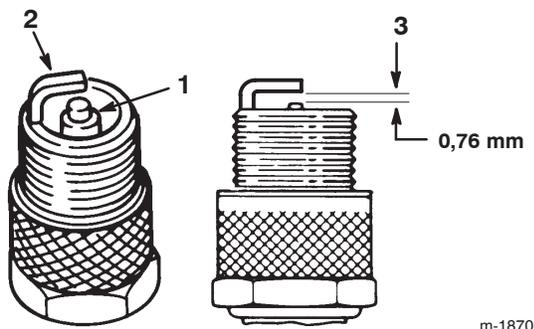

Figure 24
1. Inspectez le centre de la bougie (Fig. 24). Si le bec de l'isolateur est recouvert d'un léger dépôt gris ou brun, le moteur fonctionne correctement. S'il est couvert d'un dépôt noir, c'est généralement signe que le filtre à air est encrassé.
2. Contrôlez l'écartement entre les électrodes centrale et latérale (Fig. 24) et pliez l'électrode latérale si l'écartement est incorrect.